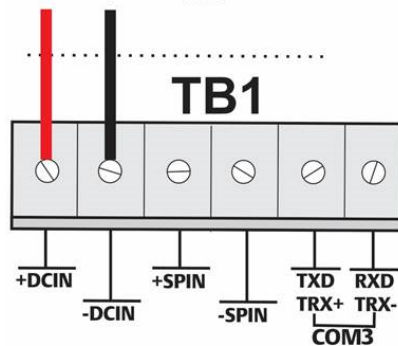

Abbildung 8. Verkabelung zur DC-Spannungsversorgung
- Jedes blanke Kabelende in den entsprechenden Anschluss einführen und sichern (siehe Abbildung 8).